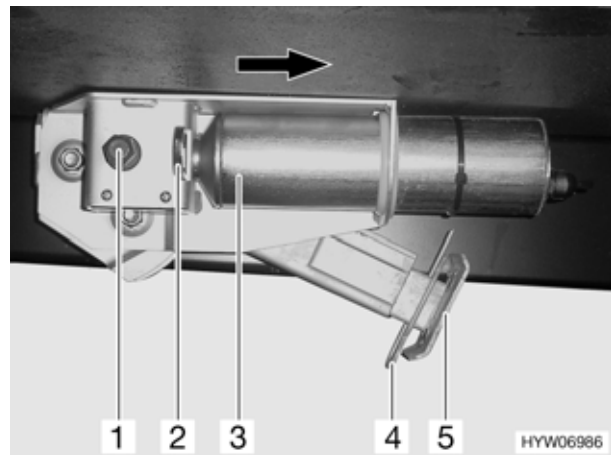

Bild 44 Elektrische Hubstütze
- Splint (Bild 44,4) aus der Stützfußverlängerung (Bild 44,5) herausziehen.
- Sicherungsbügel (Bild 44,2) nach innen drücken.
- Motor (Bild 44,3) bis zum Anschlag in Pfeilrichtung verschieben.
- Die Hubstütze wie eine mechanische Hubstütze über den Sechskant (Bild 44,1) aus- bzw. einklappen.